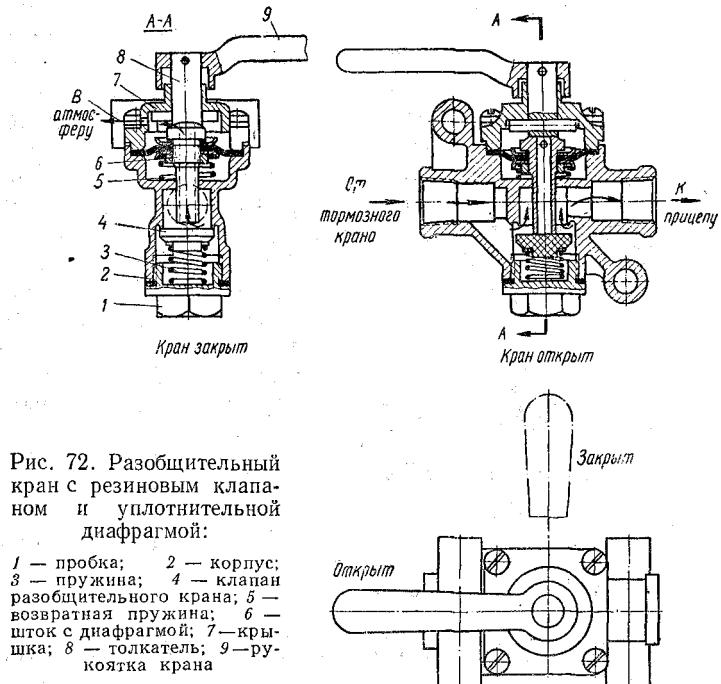

Рис. 72. Разобщительный кран с резиновым клапаном и уплотнительной диафрагмой:
**Разобщительный кран.** Этот кран с резиновыми клапаном и уплотнительной прокладкой (рис. 72) установлен перед соединительной головкой и служит для отключения магистрали прицепа.
ной диафрагмой (рис. 72) установлен перед соединительной головкой и служит для отключения магистрали прицепа.